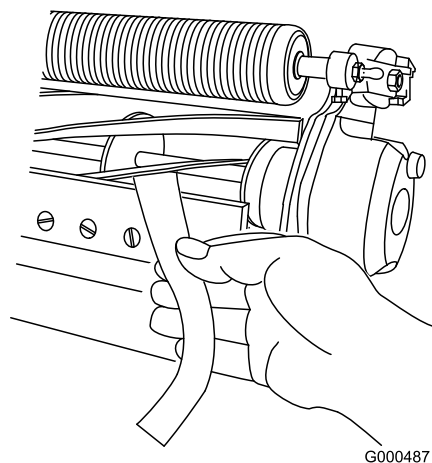

Рисунок 18
3. Проверьте режущие способности блока, вставив длинную полоску специальной бумаги Toro (деталь №125-5610) между барабаном и неподвижным ножом, перпендикулярно неподвижному ножу (Рисунок 18). Медленно вращайте барабан вперед. При этом бумага будет разрезаться.